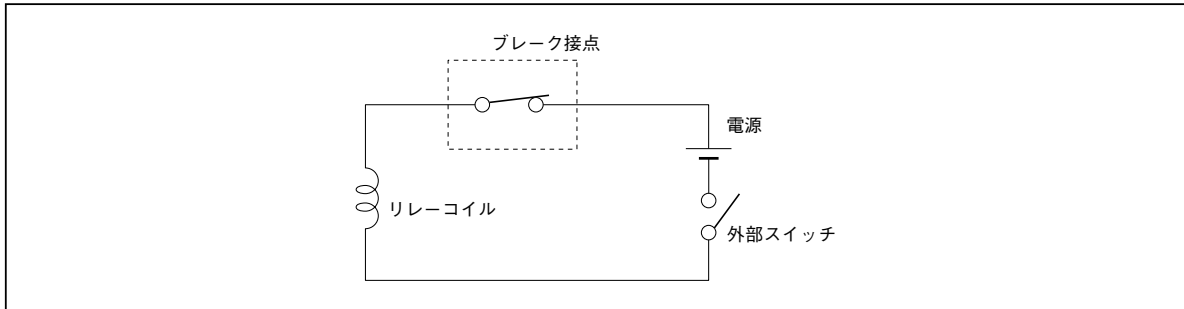

図11 ブレーク接点を用いた自己保持回路の例
- ④ラッチングリレーは工場出荷時にはリセット状態で出荷されますが、輸送時の振動、衝撃によりセット状態となることがあります。装置での使用開始時には強制的にリセット状態となるようにしてください。また、可搬型の装置に使用する場合にも、予期しない振動、衝撃によりセット状態となる可能性がありますので、同様な処置をお願いします。
- ⑤リレーの自己のブレーク接点を用いた自己保持回路を構成する場合、コイルの駆動回路を自己の接点で遮断するため、自己発振などのトラブルが発生することがありますのでご注意ください。(図11参照)